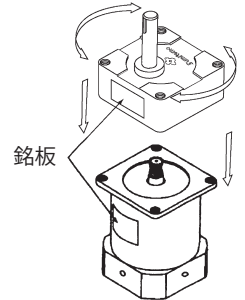

図 3
- モータとギヤヘッドの組み付けは、(図 3) のように組合せ面を合わせ、ギヤヘッドを少しずつ回しながら行ってください。組み付けの際に、モータシャフトに無理に力を加えたり、ギヤヘッド内部に当たったりすると、ギヤ損傷により異常音が発生し、寿命が低下しますので、ご注意ください。